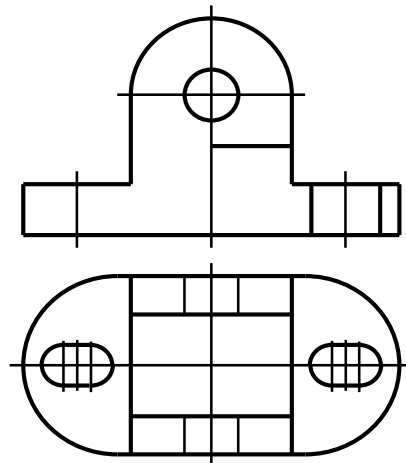

Рис. 5
9. Незаконченный разрез необходимо дополнить штриховкой (рис. 5).